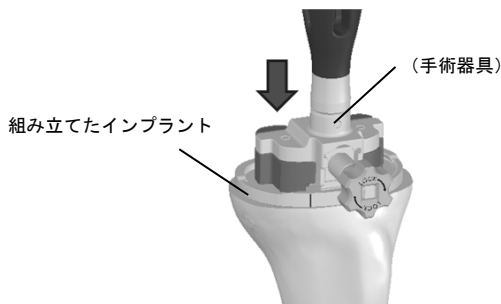

図3
- 3) 設置面に骨セメントを塗布し、組み立てたインプラントを設置する。(図3)